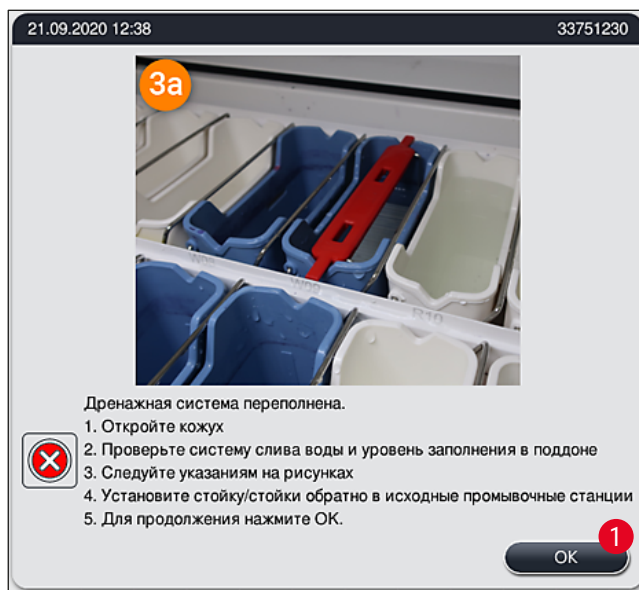
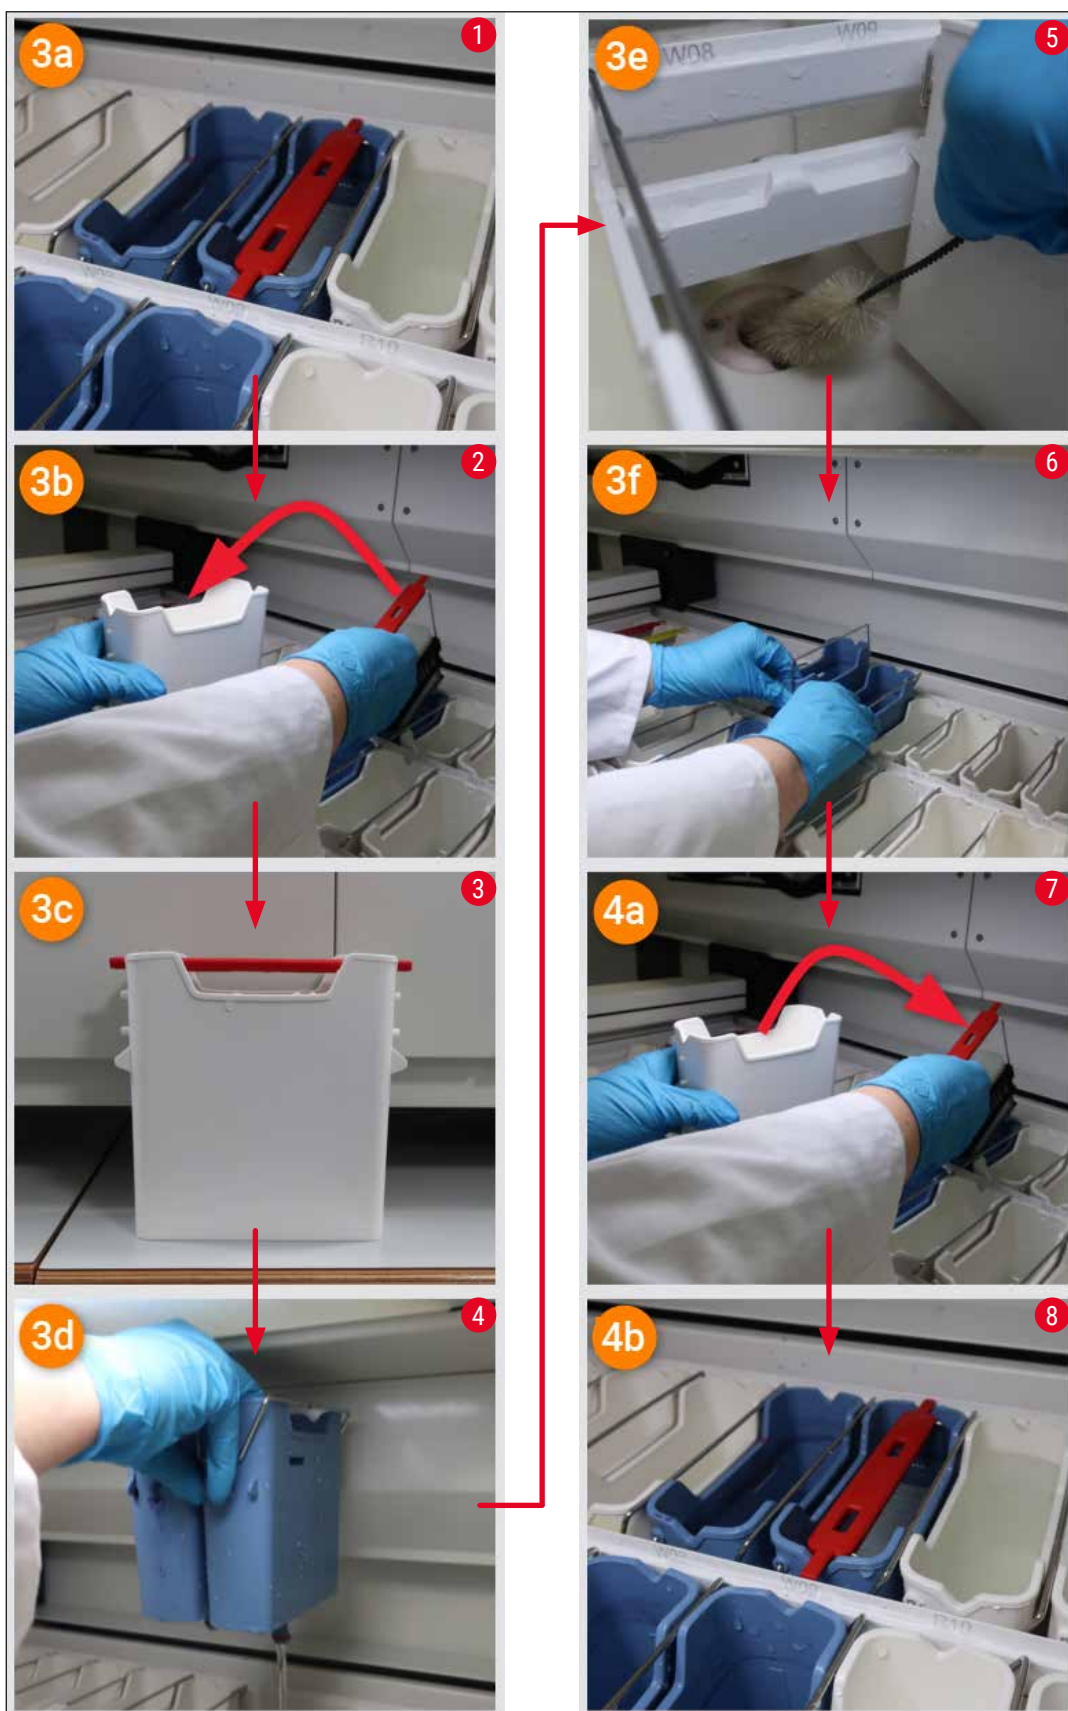

Рис. 120
Рис. 122
Засорение системы слива воды может быть вызвано забиванием сливного сетчатого фильтра (→ "Рис. 98-1") или сливного шланга (→ "Рис. 7-1"). Это может стать причиной подъема уровня воды в сливном поддоне. В результате может быть достигнут критический уровень воды в приборе. На экране появляется сообщение о неисправности для пользователя (→ "Рис. 120"), сопровождаемое аварийным звуковым сигналом. Также сообщение о неисправности содержит указания по устранению засорения в виде последовательной серии изображений (→ "Рис. 122").
- Если в процессе растворения уровень воды в сливном поддоне падает ниже критической отметки, сообщение (→ "Рис. 120") исчезает с экрана, после чего появляется другое сообщение с указанием на то, что процесс окрашивания может быть продолжен.